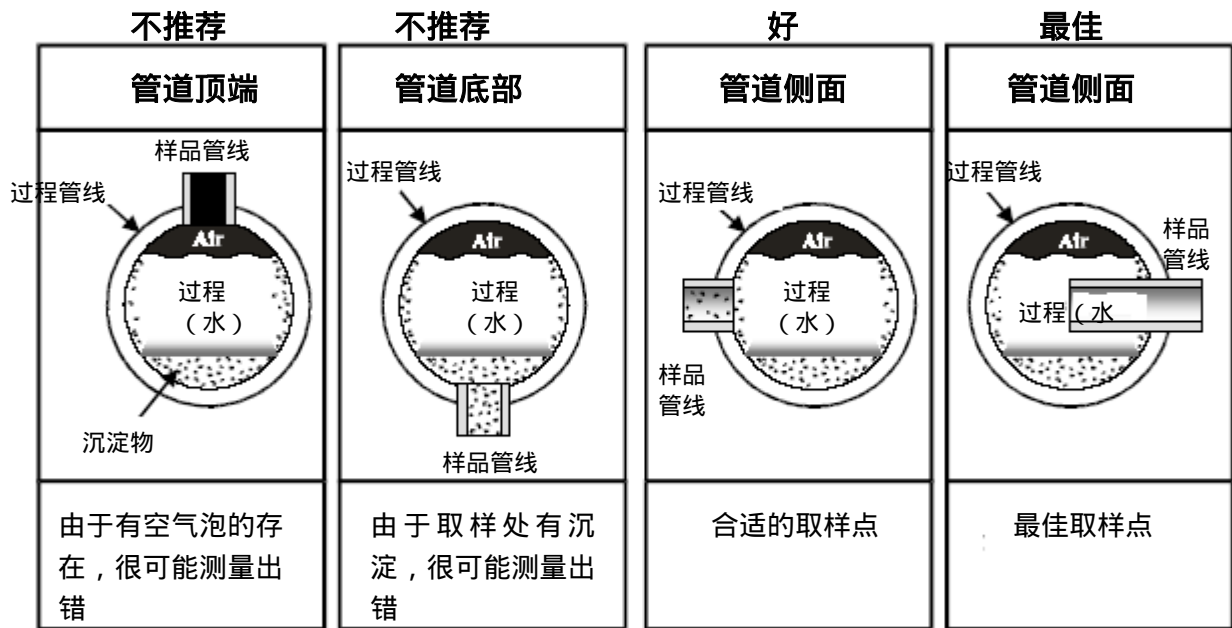

图 2-2 系统管道连接中取样点的选择
**注意：**当选择取样点进行管道连接时请避免选取管顶或管底作为取样点。图 2-2 所示为最佳取样点（从管侧取样，并将取样管插入到管道中部）